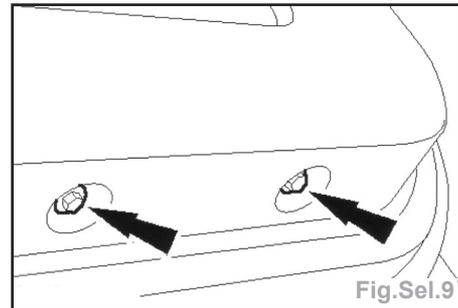

Fig.Sel.9
• déposer les 2 vis de fixation du panneau de porte (Fig.Sel.9),